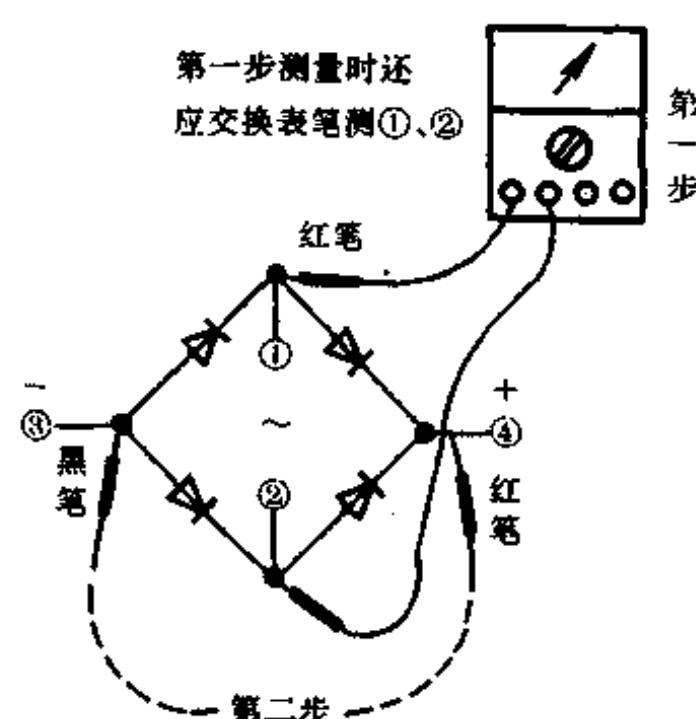

图 98
至少要测几次才能确定其好坏呢？下面如图 98 给出用“ $\times 10k$ ”挡的两步检查法。第一步：测①、②间“正”“反”向电阻，均应为 ∞ 。第二步：测③、④间正向电阻（③接黑笔，④接红笔）应在 $3\sim 10k\Omega$ （此范围视表型不同可略有差异）。以上两步测量均正常，则是好的。否则桥堆质量不佳或已坏。分析：4 只二极管中只要有 1 只击穿短路或反向电阻变小，则无第一步结果。若任何 1 只或几只断路或正向阻增大，则第二步测的阻值会大于 $10k\Omega$ 。